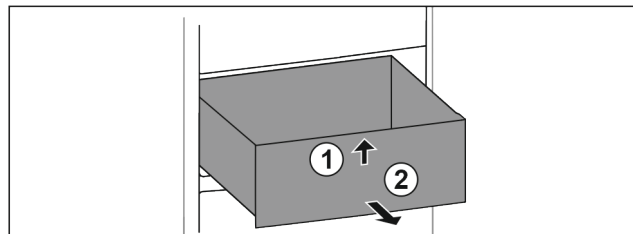

Fig. 61
- ▶ Nadzvedněte zásuvku vpředu. Fig. 61 (1)
- ▶ Vyjměte zásuvku dopředu. Fig. 61 (2)